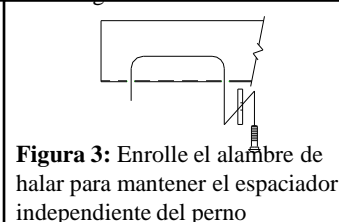
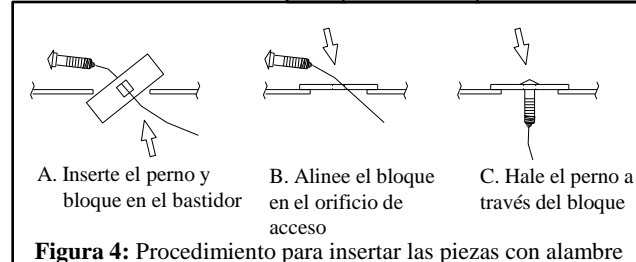

Figura 3: Enrole el alambre de halar para mantener el espaciador independiente del perno
Figura 4: Procedimiento para insertar las piezas con alambre
- Inserte con el alambre los espaciadores y los pernos de carruaje de 1/2" a través del orificio de acceso modificado en el paso 4 y hacia abajo a través de los orificios en ambos largueros del bastidor (ver figura 3), verificando que los bloques se extiendan en ambos lados del orificio (vea la figura 4) y que no se traslapen entre sí.